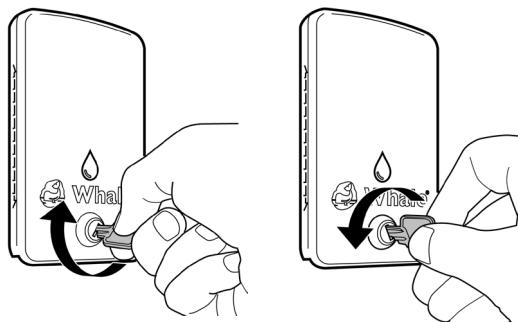

Abbildung 3. Verriegeln und Entriegeln der Abdeckkappe
- (*Abbildung 3*) Die Abdeckkappen für den Wassertank Füllstutzen und den Wassertank Füllstutzen + 12-V-Stromanschluss umfassen ein Sicherheitsschloss, um den Zugang zur Ihrer Frischwasserversorgung einzuschränken. Drehen Sie im Uhrzeigersinn, um die Abdeckkappe zu verriegeln und entgegen dem Uhrzeigersinn, um sie zu entriegeln.